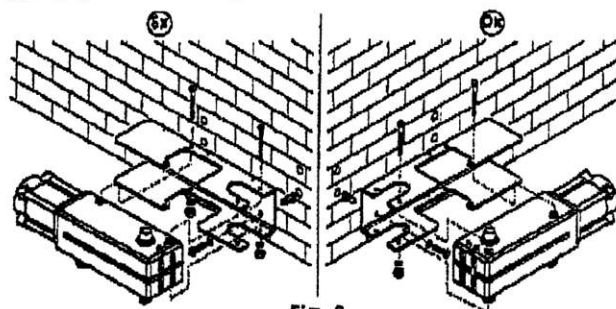

Fig. 8
- Zamocować, sprawdzając dokładnie poziom, płytę bazową do słupka używając śrub  $\varnothing 10$  oraz odpowiednie podkładki (rys. 8).
- Wprowadzić zespół motoreduktora do płyty bazowej i dokręcić go dwoma śrubami z odpowiednimi nakrętkami i podkładkami sprężystymi (rys. 8).